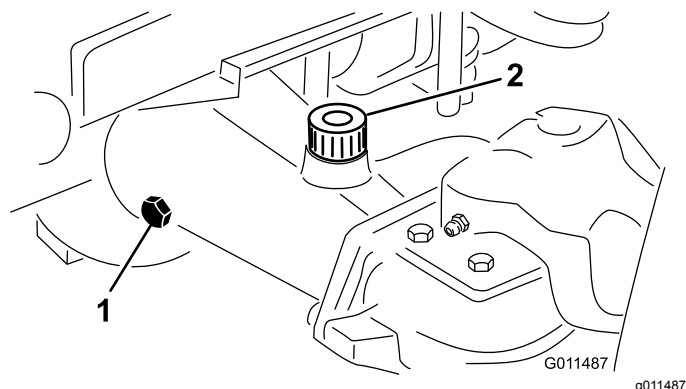

Figure 84
2. Enlevez un bouchon de contrôle à une extrémité du pont et vérifiez que le lubrifiant atteint la base de l'orifice (Figure 84).